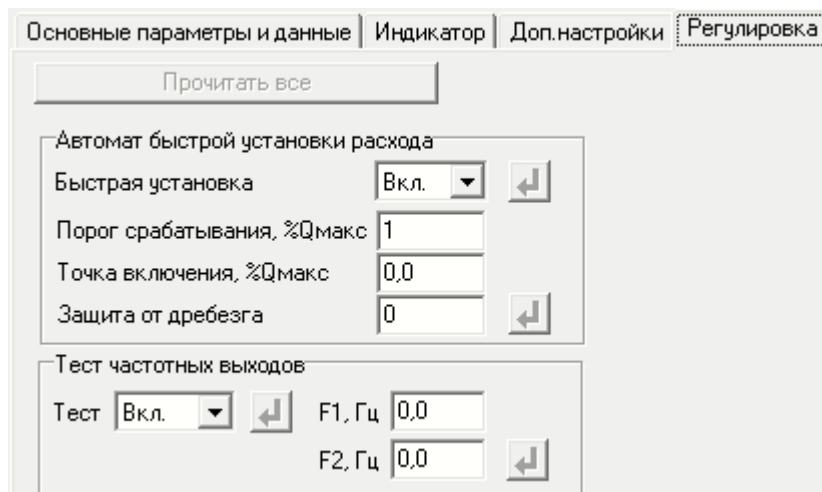

Рис.20. Вид вкладки «Регулировка».
3.3.1. Установочные параметры измерения расхода содержатся во вкладке **Регулировка** в области **Автомат быстрой установки расхода** (рис.20).